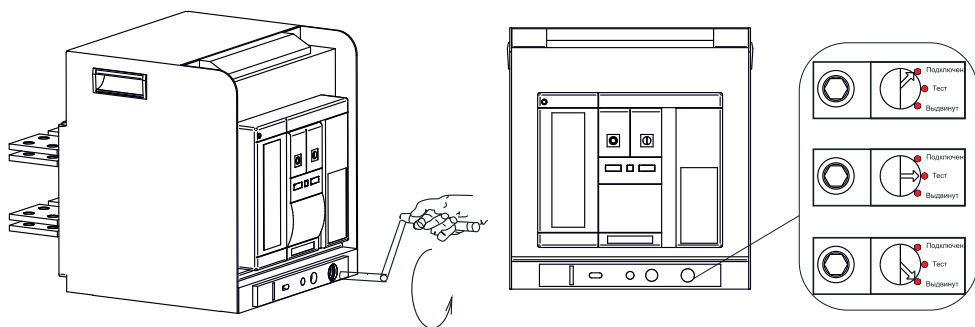

Рисунок 22
5.9.4.1 Когда выключатель находится в состоянии «Подключен», необходимо извлечь рукоятку для выкачивания из отверстия для хранения и вставить ее в рабочее отверстие (рисунок 22), затем нажать кнопку «Разблокировать». Вращать рукоятку против часовой стрелки чтобы извлечь выключатель из корзины. Когда индикатор положения выключателя в корзине займет положение «Тест» выключатель заблокируется, для дальнейшего извлечения следует нажать кнопку «Разблокировать» и продолжать вращать рукоятку против часовой стрелки. Когда вращение рукоятки будет невозможно, а индикатор положения достигнет отметки «Изолирован», операция будет завершена.